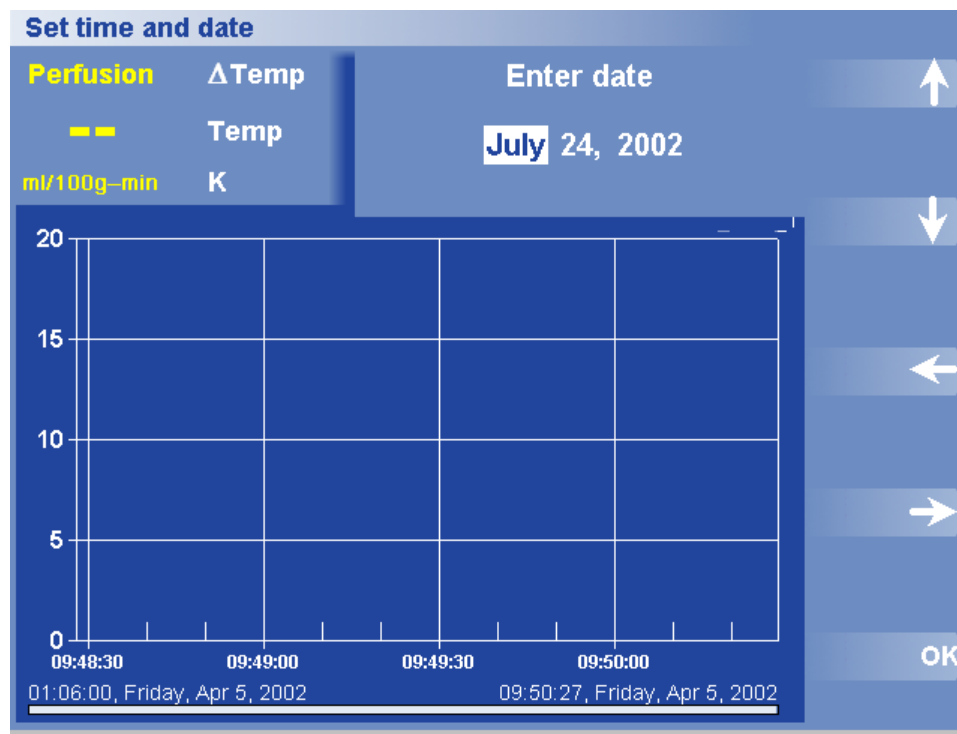

図 43 日付の設定ダイアログボックスおよびメニュー
3. Set Date (日付の設定) を押します。日付入力ダイアログボックスが表示されます (図 43)。